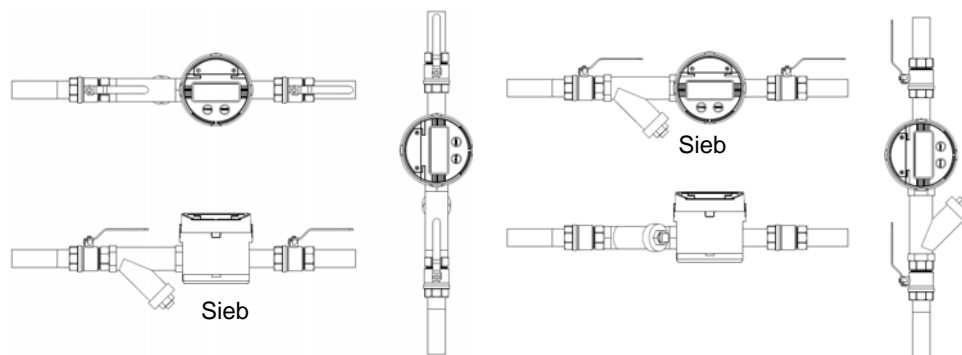

Abbildung 1: Zählereinbau
- Sicherstellen, dass der Zähler so wie in Abb. 1 installiert wird.